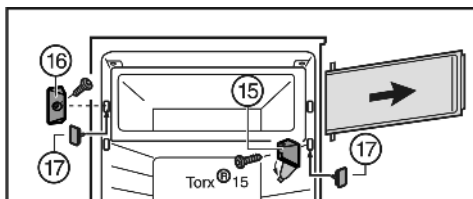

Fig. 7
- ▶ Откиньте крышку на опорном кронштейне Fig. 7 (15).
- ▶ Открутите опорный кронштейн Fig. 7 (16) с дверцей камеры.
- ▶ Открутите запирающий элемент Fig. 7 (16).
- ▶ Закройте образовавшиеся отверстия прилегающими пробками Fig. 7 (17).